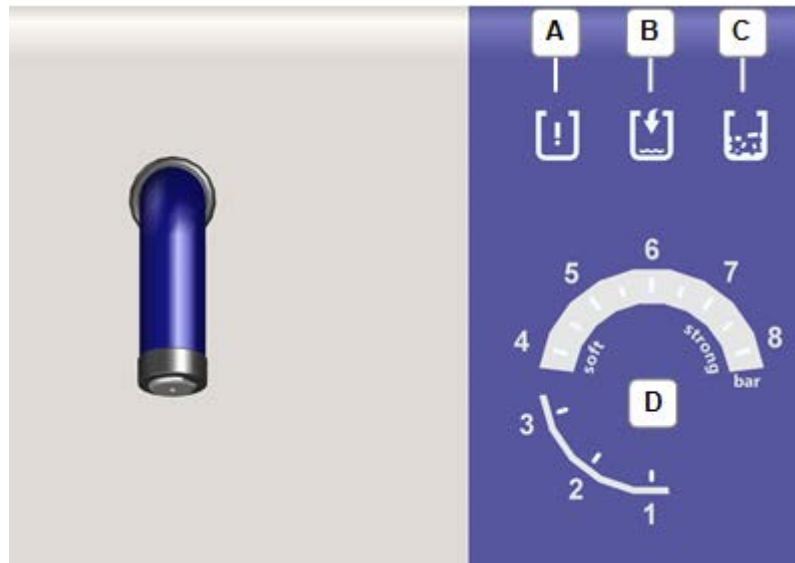

Bild 6: Betriebsanzeigen
- Druckbehälter-Schraubkappe nur bei drucklosem Gerät öffnen. Manometer Anzeige (Bild 6-D) beachten! Das Gerät steht unter Druck, solange an der Werteskala am Manometer ein Segment leuchtet.